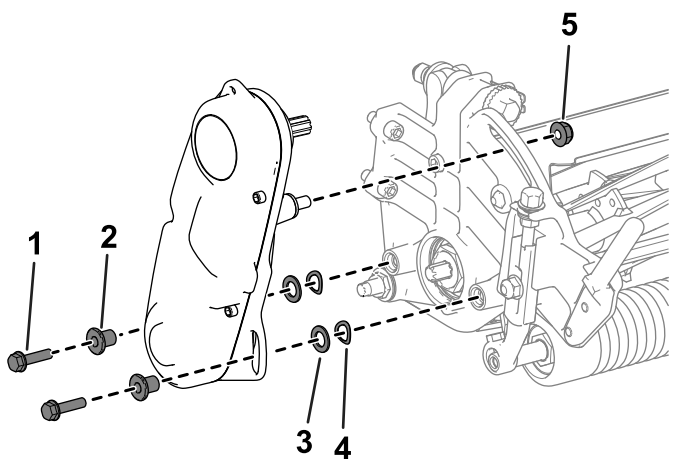

Figura 3
1. Îndepărtați elementele care fixează ansamblul de acionare a cilindrului pe placa laterală (Figura 3).
2. Îndepărtați ansamblul de acionare a cilindrului, aibele plate, aibele grower și distanțierul de pe placa laterală (Figura 3).